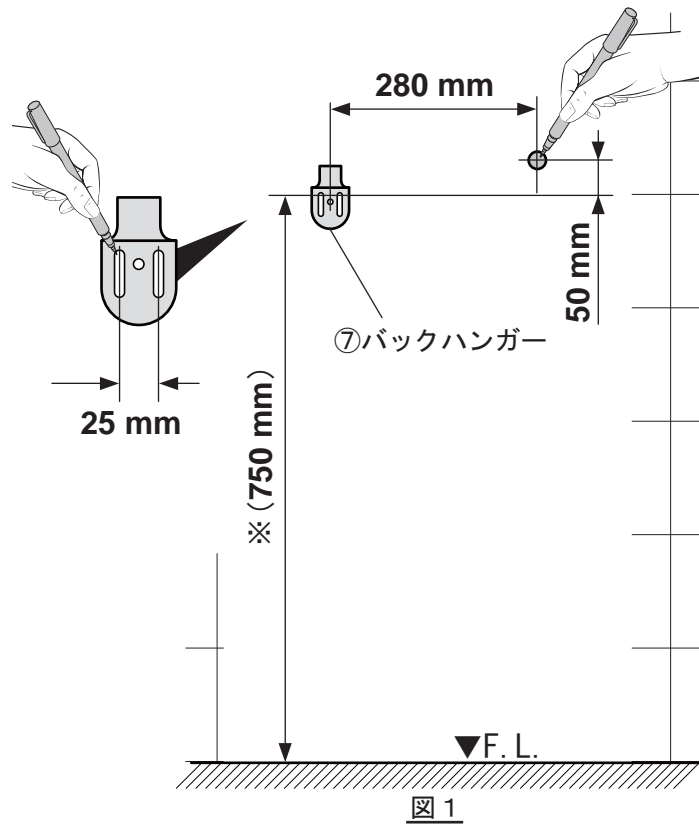

図1
- 1) 左図(図1)及び施工図をもとに、取付穴位置にマーキングを行います。
⑦バックハンガーは取付位置に当ててマーキングして下さい。